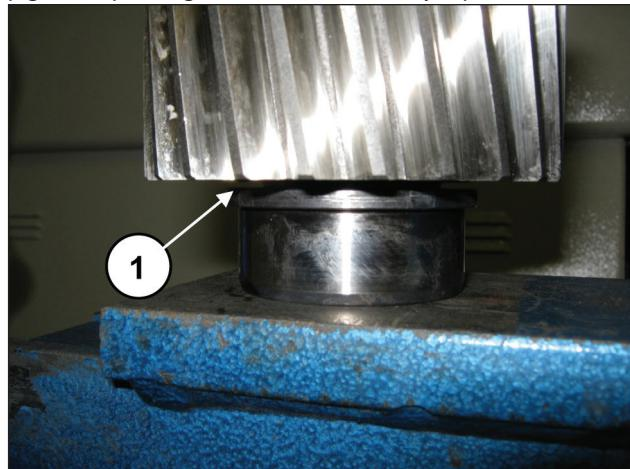

Fig. 82
Prémonter la bague intérieure du roulement 40x90x23 sur le pignon (rep. ①, Fig. 82), en l'emmangkan jusqu'en butée.